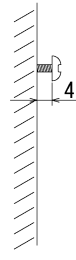

図2
- ② 付属タッピンねじを上側の穴に取付面から4mm程度ねじ部を残して締め込んでください。(図2)